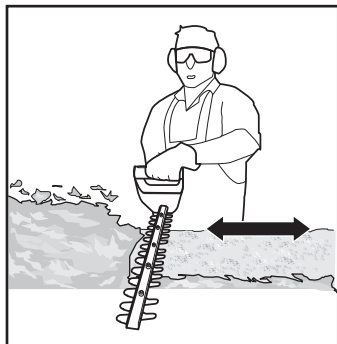

Fig. 9
9. Dacă zona de tăiat este deosebit de lungă (Fig. 9), taie în mai multe etape pentru a obține un rezultat mai bun, în loc să încerci să tai dintr-o singură mișcare; resturile tăiate mai mici vor permite o compostare mai ușoară.